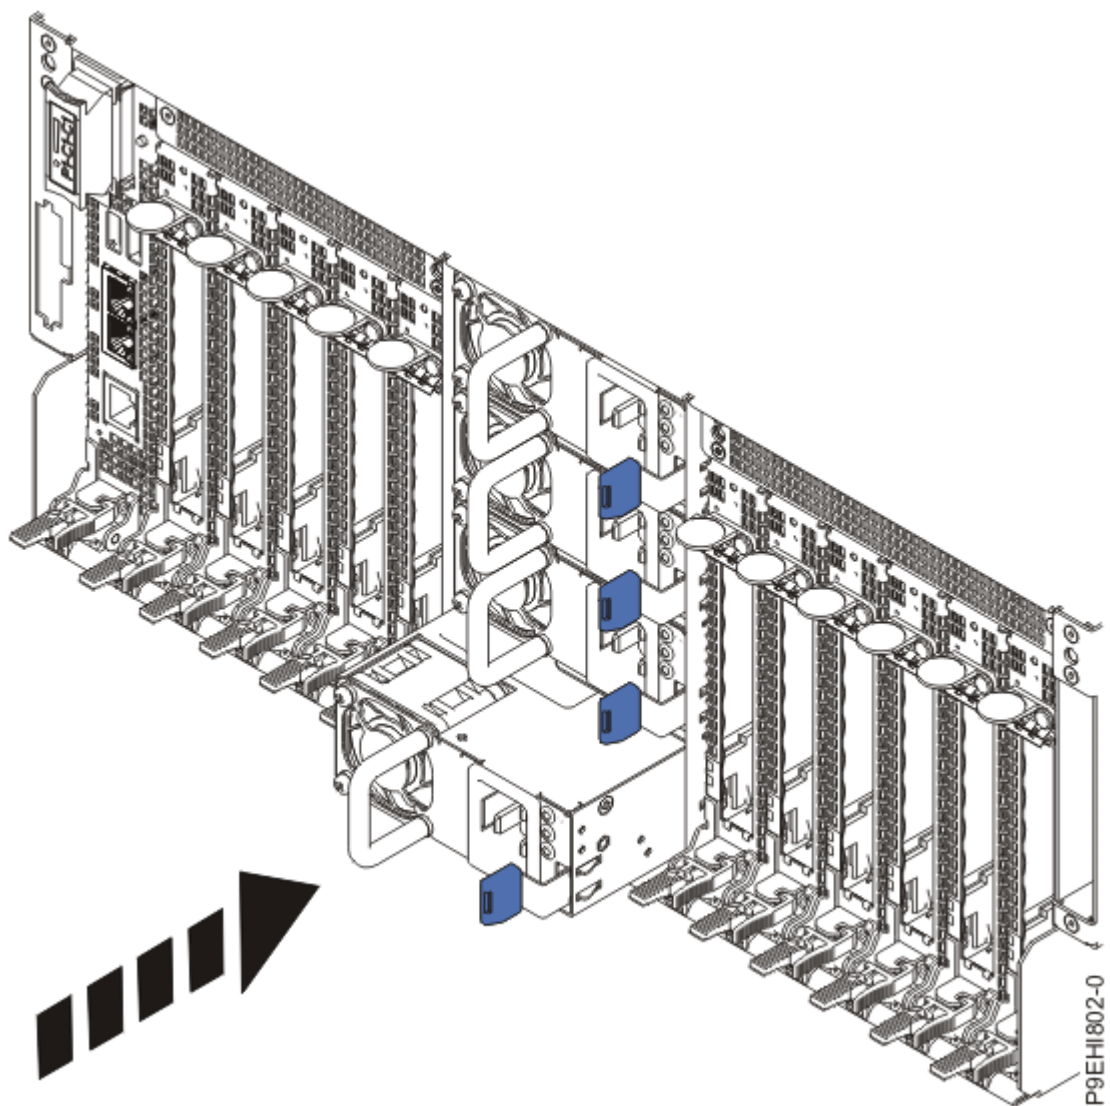

Figura 29. Înlocuirea unei surse de alimentare în sistem
3. Aliniați sursa de alimentare cu locașul și glisați sursa de alimentare în sistem până când zăvorul se blochează în poziție, așa cum se arată în Figura 29 la pagina 30.